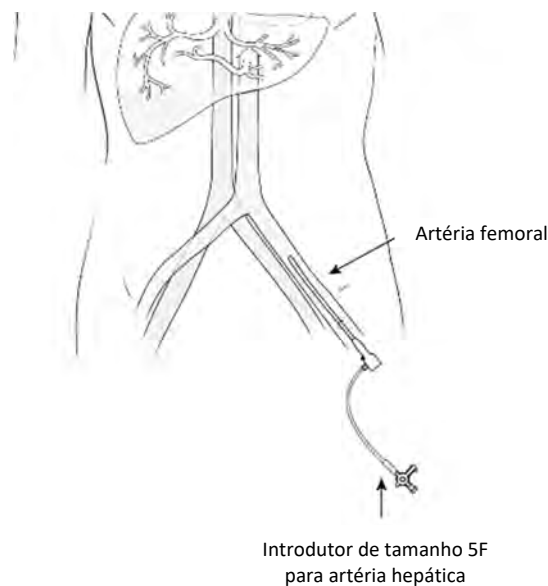

Figura 23
- (a) Utilizando a técnica de punção de Seldinger e técnicas fluoroscópicas e angiográficas padrão, coloque a bainha introdutora de tamanho 5F na artéria femoral, ver Figura 23. É necessária orientação sonográfica e uma punção única da parede anterior da artéria femoral por cima da cabeça do fémur para assegurar a compressibilidade da artéria quando a bainha é removida. Se for efetuada inadvertidamente uma punção supra-inguinal, o procedimento tem de ser abortado e adiado.